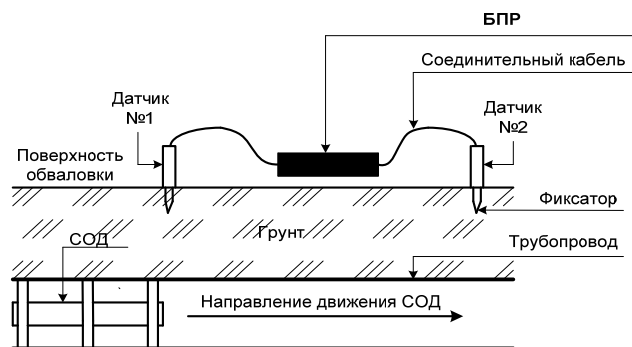
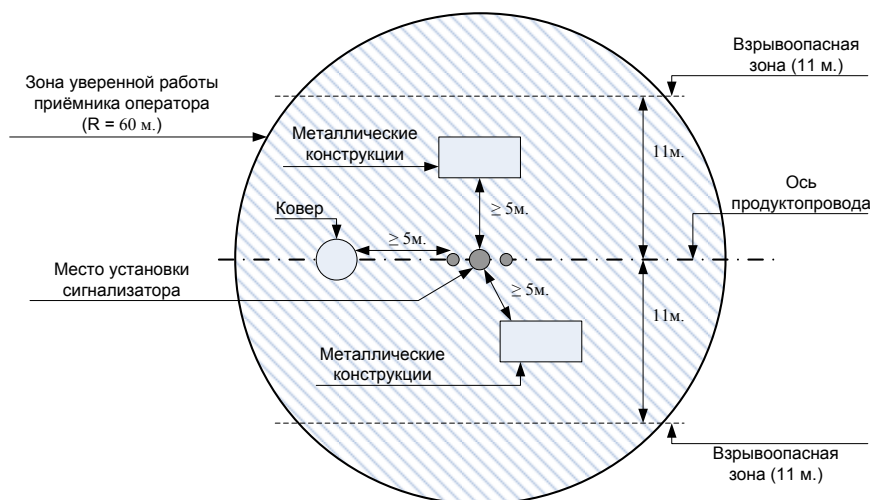

Рис. 9 Схема установки переносного сигнализатора «Репер-3В».
Рис. 10 Схема установки переносного сигнализатора «Репер-3В» относительно коверов и других металлических конструкций.
2.3.2 Установить сигнализатор на поверхность обваловки, непосредственно на ось трубопровода, как показано на Рис. 9. Сигнализатор устанавливать на расстояние не менее 5 метров от коверов и других металлических конструкций, как показано на Рис. 10. Разнести вдоль оси трубопровода датчики на длину кабеля один влево другой вправо от БПР. **Датчик № 1 поставить первым на встречу движения СОД.** Номера датчиков указаны на передней панели БПР. Зафиксировать датчики вертикально, путем погружения фиксаторов в грунт. После установки датчиков, для обеспечения корректной работы сигнализатора, необходимо выполнить следующие рекомендации: